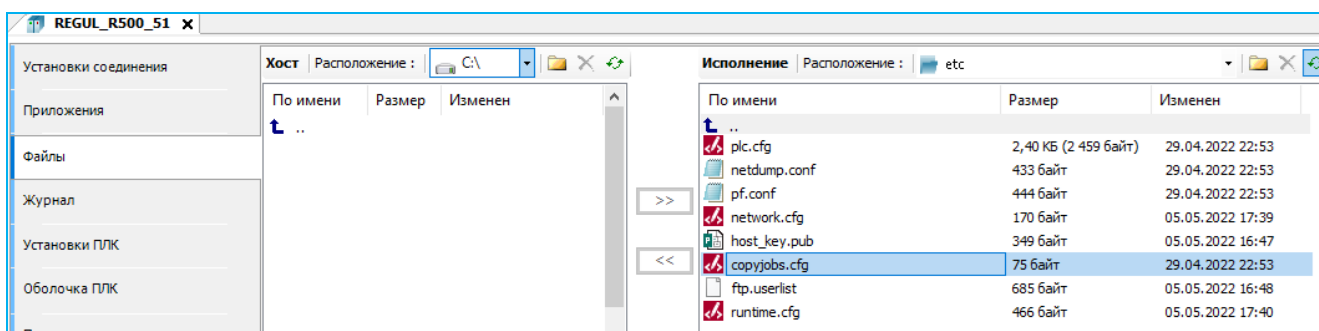

Рисунок 208 – Конфигурационный файл расположенный в папке etc на контроллере
- на главной вкладке параметров устройства перейдите на вкладку **Файлы**. В области **Исполнение** нажмите кнопку  (**Обновить**). В окне отобразится дерево файлов, имеющихся на контроллере. Найдите папку **etc** (Рисунок 208);